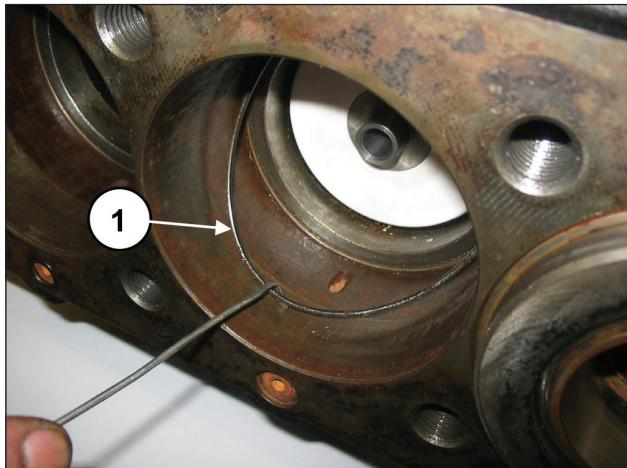

图125
如果密封圈底座底部的O形圈留在泵壳（部件号①，图125）内，则将之拆除。